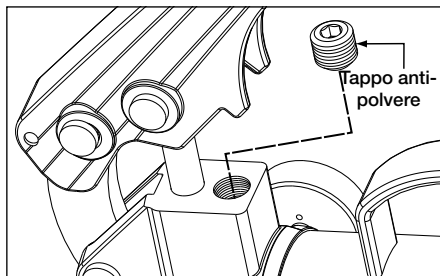

Figura 12, Valvola di scarico (P-18 e P-39)
2. **Modello P-84** soltanto: installare un manometro da 0-1000 bar [0-15,000 psi] sul raccordo "A" della Pompa. Installare un tappo sul tubo flessibile nel raccordo "B della Pompa". Spostare la leva della valvola di comando sulla posizione (A).
- Sui Modelli P-18 e P-39, la valvola di scarico è posizionata sulla superficie superiore della testa della Pompa. Vedere la Figura 12.